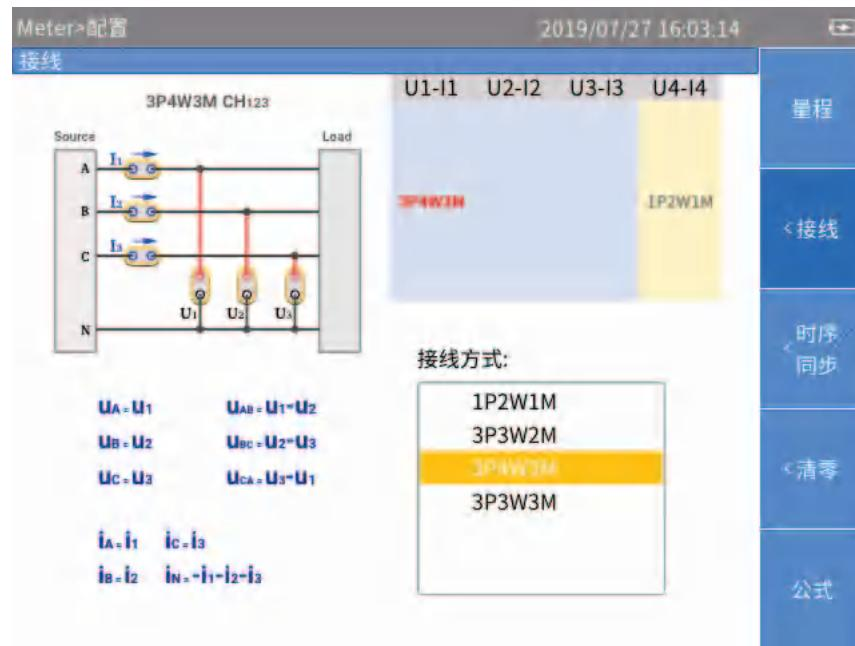

图 12. 接线
2. 接线方式的设置界面如 图 12 所示。
1. 在如所示接线图 12 界面, 利用控制面板上的左、右导航箭头 (**◀ ▶**) 键, 选中通道配置中的某个通道或接线组。被选中通道 / 接线组的接线方式高亮表示。